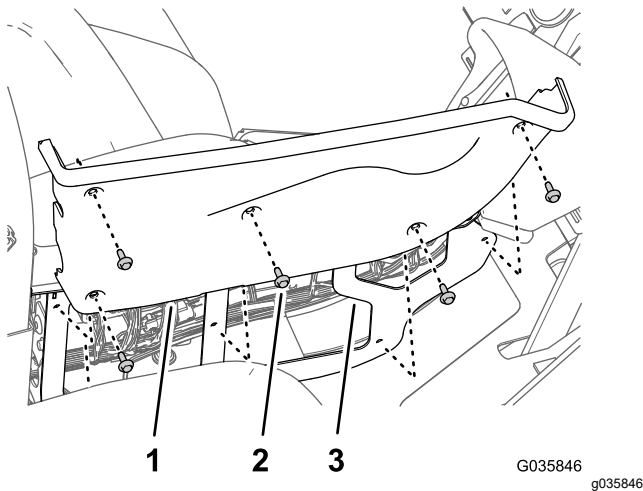

Figura 39
1. Scoatei cele 5 uruburi cu guler ($\frac{1}{4} \times \frac{3}{4}$ ") care fixează capacul din dreapta pe consola centrală (Figura 39).
2. Scoatei comutatoarele culbutor pentru comenzile de ridicare a braului din stânga i din dreapta de pe panoul consolei centrale (Figura 39).
6. Aliniați orificiile din capacul din dreapta cu cadrul consolei centrale (Figura 39).
7. Fixați capacul lateral pe consola centrală (Figura 39) cu cele 5 uruburi cu guler ($\frac{1}{4} \times \frac{3}{4}$ ") pe care le-ai îndepărtat la pasul 1.